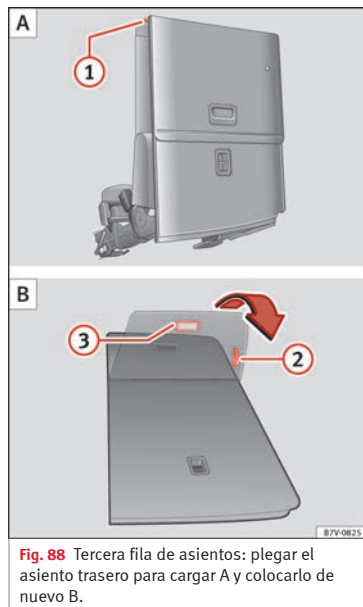

Fig. 88 Tercera fila de asientos: plegar el asiento trasero para cargar A y colocarlo de nuevo B.
- En caso necesario tire de la palanca » fig. 88 ② para desplazar la banqueta hacia la posición deseada.
- Retire los objetos de la zona reposapiés situada delante y detrás del asiento trasero » ①.
- Tire de la maneta » fig. 88 ① hacia arriba y pliegue el respaldo hacia delante. El asiento trasero se pliega hacia delante » ⚠ y el cojín se mueve también hacia delante.
- Tire del asa » fig. 88 ② para recolocar la bandeja del asiento.
- Tire de la maneta » fig. 88 ③. El asiento completo se pliega hacia atrás.